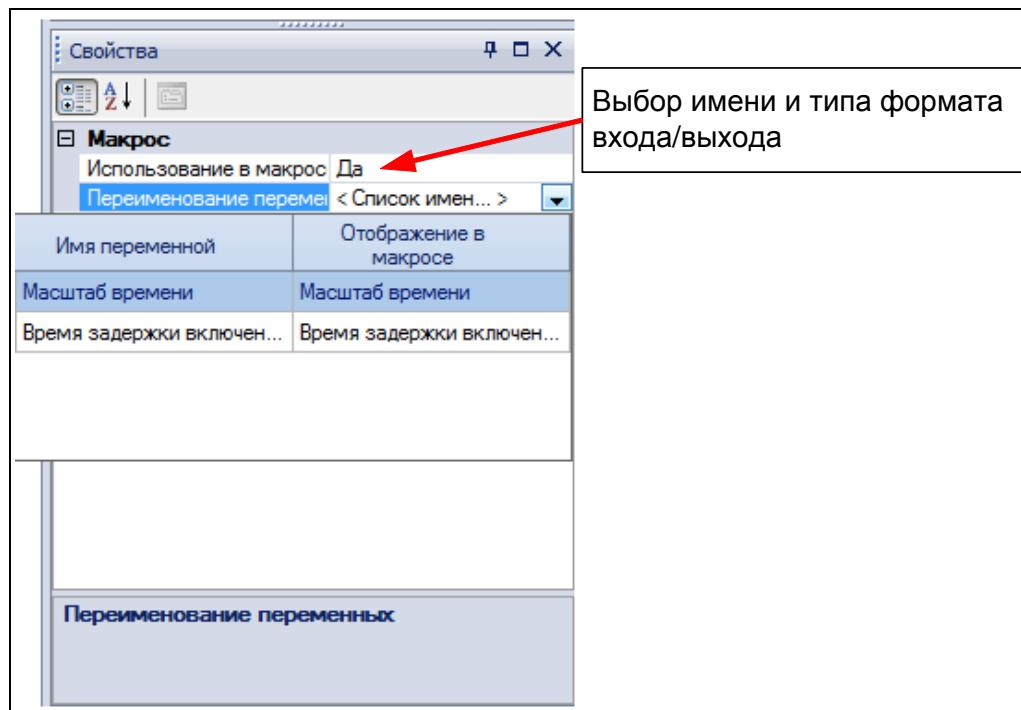

Рисунок 3.22 – Задание «видимости» уставок в коммутационной программе
- д) задание «видимости» из коммутационной программы уставок функциональных блоков (см. рисунок 3.22).